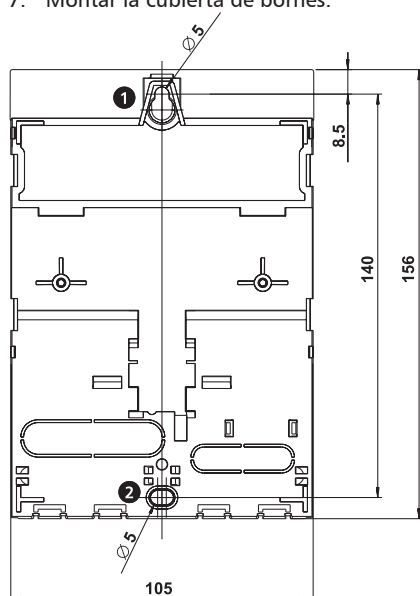

Fig. 2: Lado posterior del regulador con aperturas de montaje superior ❶ e inferior ❷
2. Enroscar el tornillo para la apertura de montaje superior ❶ (fig. 2), hasta que la cabeza del tornillo sobresalga una distancia de 5 ... 7 mm con respecto a la superficie de montaje.
4. Marcar la apertura de montaje inferior ❷ a través de la caja del regulador.
6. Enganchar el regulador en la apertura de montaje superior ❶ y fijar con el tornillo a través de la apertura de montaje inferior ❷.